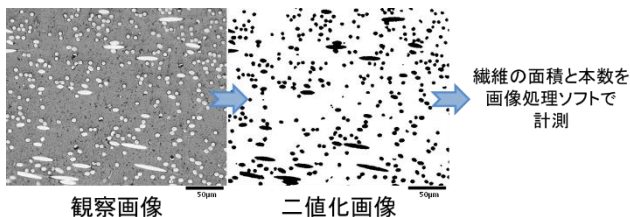

図2 画像処理の流れ
成形品断面の光学顕微鏡画像について、配向が異なる様子が見受けられた場所①、③と場所②について、画像処理ソフト(ImageJ)1)を用いて画像処理を行いました(図2)。